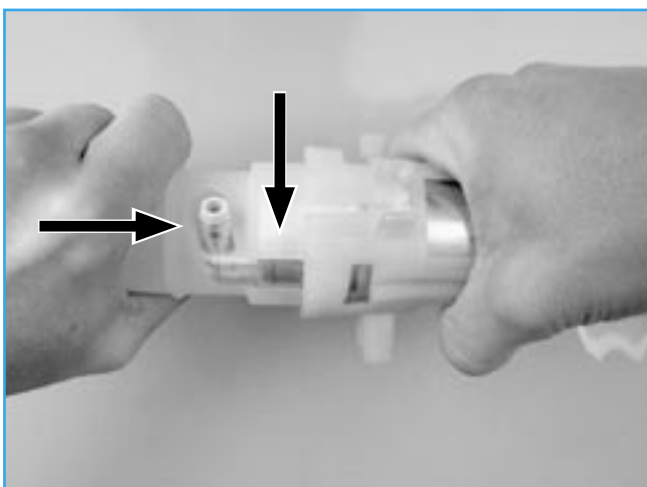

Figura 10
- Girar la herramienta lateralmente de manera que el racor de la bomba entre en el orificio de dicha herramienta (véase figura 10).